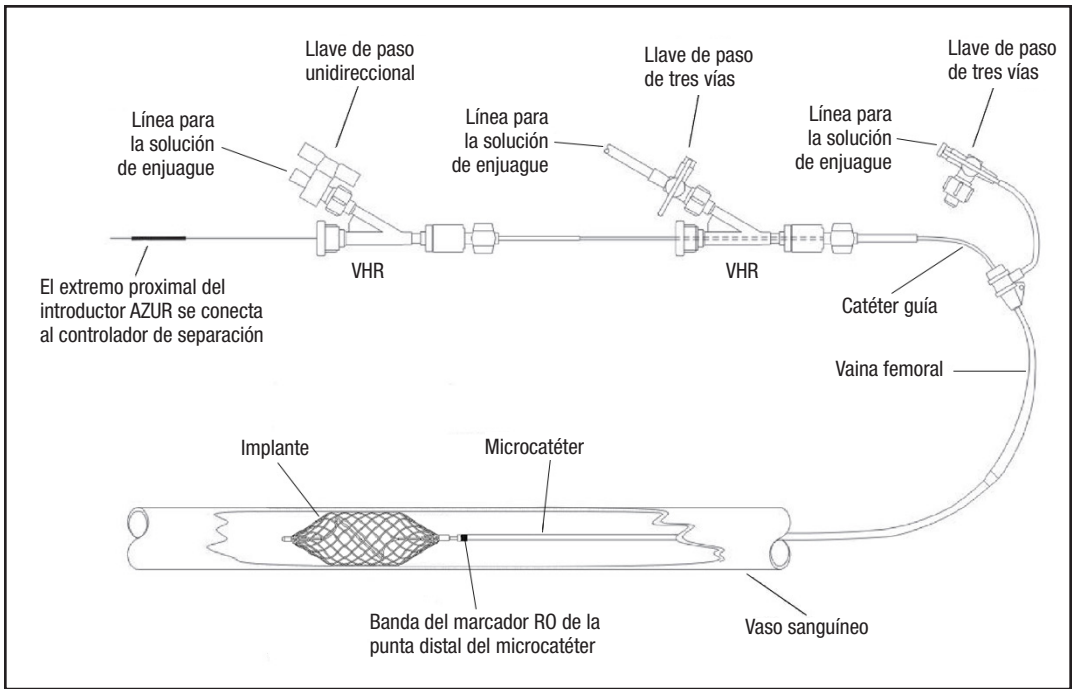

Figura 1: diagrama de preparación del sistema AZUR
- Consulte la Figura 1 para ver el diagrama de preparación.